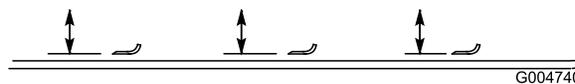

Figura 84
2. Rode a lâmina até que as suas extremidades se encontrem viradas para a frente e para trás (Figura 84). Meça a distância entre o interior da unidade de corte e a parte cortante na zona dianteira da lâmina. Anote esta medida.